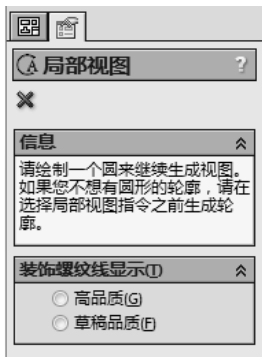

图 8-41 局部视图操控板
- [2] 单击工程图工具栏上的【局部视图】按钮 ，局部视图操控板出现，如图 8-41 所示。